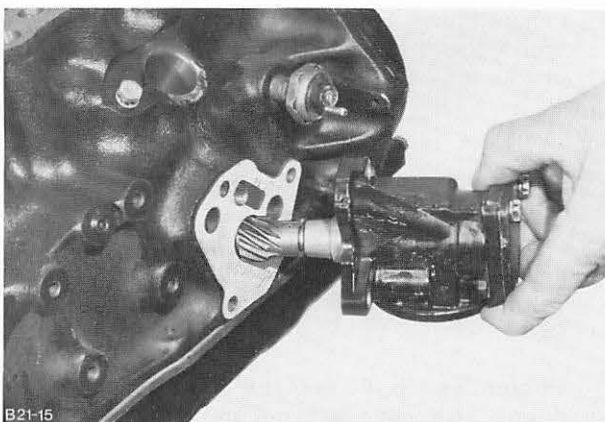

Abb. 69 Ölpumpe montieren
60. Ölpumpe mit Dichtung montieren und Schrauben mit vorgeschriebenem Drehmoment festdrehen, Abb. 69.